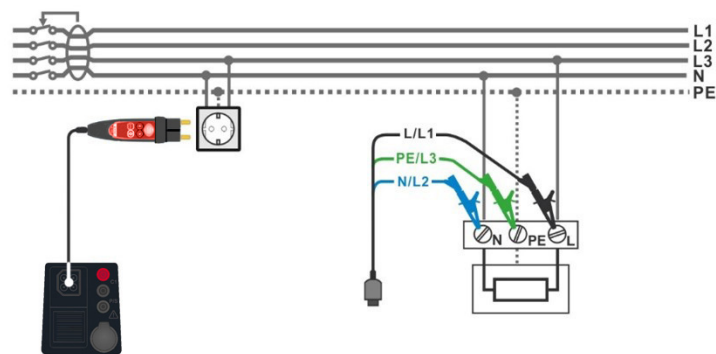

Abbildung 4.25: Anschluss des Commander-Prüfsteckers und der 3-Leiter-Prüfleitung
- › Schließen Sie die 3-Leiter-Prüfleitung oder den Commander-Prüfstecker am Prüfobjekt an, siehe **Abbildung 4.25**.
- › Schließen Sie die 3-Leiter-Leitung oder den Commander Prüfstecker am Prüfobjekt an, siehe **Abbildung 4.25**.
<ul style="list-style-type: none"> › Wählen Sie die Funktion RCD Auto im Menü RCD. › Stellen Sie die Prüfparameter / Grenzwerte ein. › Schließen Sie die Prüflleitungen am Prüfgerät an. › Schließen Sie die 3-Leiter-Prüflleitung oder den Commander Prüfstecker am Prüfobjekt an, siehe Abbildung 4.25. › Starten Sie die Messung. 	Start Prüfung